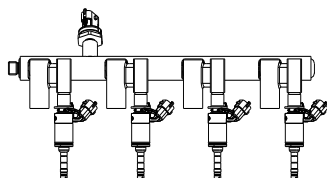

Рис. 9-9
2. Топливная рампа с форсунками (рис. 9-9).